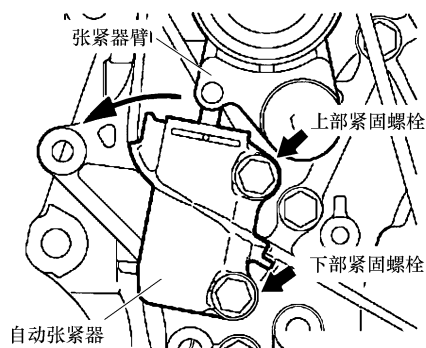
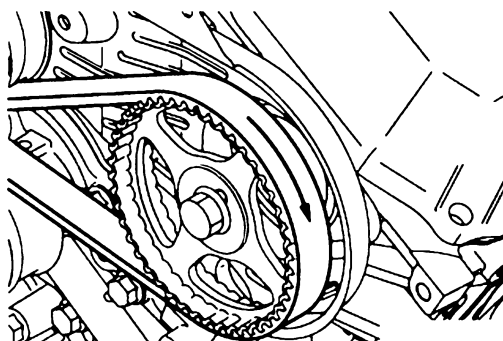

图 28-10 自动张紧器上部和下部紧固螺栓识别
图 28-11 标记正时带转动方向
① 如图 28-10 所示，拆卸正时带自动张紧器的上部紧固螺栓。
② 慢慢松开正时带自动张紧器的下部紧固螺栓，将自动张紧器推杆从张紧器臂上拆下。
③ 拆下正时带自动张紧器的下部紧固螺栓。
① 如果要继续使用正时带，在拆卸前先标记清楚正时带的转动方向，以免安装时发生错装，如图 28-11 所示。